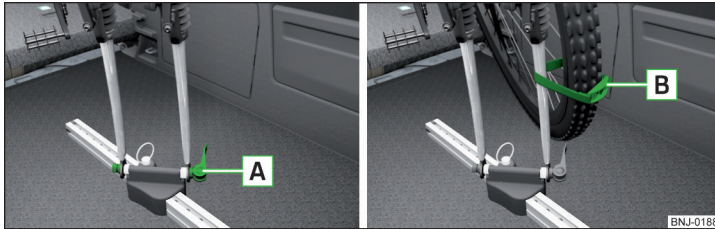

Abb. 121 Vordergabel des Fahrrads in den Träger einsetzen / Befestigungsbeispiel des Vorderrads
- Den Schnellspanner **A** » Abb. 121 am Träger lösen und entsprechend der Fahrradgabelbreite einstellen.
- Das Vorderrad mit dem Gurt **B** an der Vordergabel » Abb. 121 oder am Fahrradrahmen befestigen.